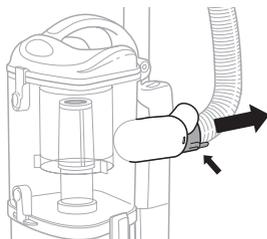

Fig. 30
- Détachez le tuyau extensible à l'arrière de l'aspirateur portatif *Lift-AwayMC* en pressant les onglets ensemble et en tirant le tuyau vers le haut. (**Fig. 30**) Redressez le tuyau souple et inspectez l'intérieur pour détecter toute obstruction.